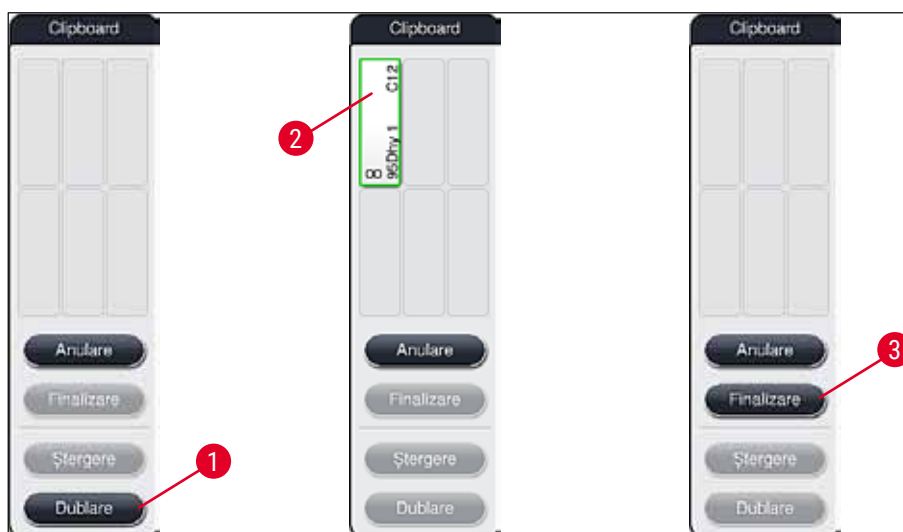

Fig. 53
2. Parcurgeți mesajul de informare ulterior și confirmați-l cu **OK**. Se deschide o nouă fereastră **Clipboard** (→ "Fig. 53").